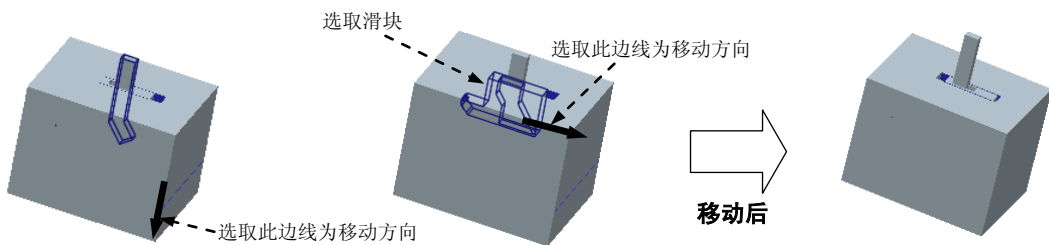

图 26.32 移动弯杆和滑块
(1) 选择 **模具** 功能选项卡 分析 区域中的 命令。系统弹出 MOLD OPEN (模具开模) 菜单管理器。
(2) 在系统弹出的“菜单管理器”菜单中选择 Define Step (定义步骤) Define Move (定义移动) 命令。
(3) 选取要移动的弯杆。
(4) 在系统的提示下, 选取图 26.32 所示的边线为移动方向, 然后在系统的提示下输入要移动的距离值-42。
(5) 在 **DEFINE STEP (定义步骤)** 菜单中选择 **Define Move (定义移动)** 命令。
(6) 选取要移动图 26.32 所示的滑块。
(7) 在系统的提示下, 选取图 26.32 所示的边线为移动方向, 然后在系统的提示下输入要移动的距离值 12。
(8) 在 **DEFINE STEP (定义步骤)** 菜单中选择 **Done (完成)** 命令, 移出后的状态如图 26.32 所示。